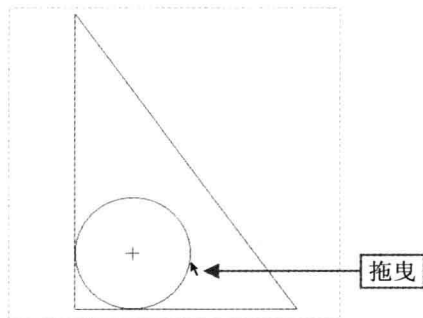

图 2-60 拖曳鼠标
Step 03 在绘图区左侧的直线和下方的直线上单击鼠标左键，此时系统产生一个动态的圆，拖曳鼠标，如图 2-60 所示。